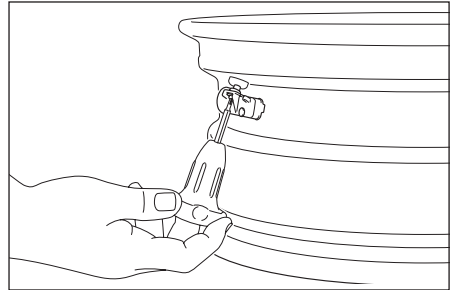

Fig. 4
2. À l'aide d'un outil pour tige de soupape de pneu standard, retirez la tige de soupape à travers le trou et jetez-la. Utilisez un maillet en caoutchouc ou un bloc en bois pour éviter d'endommager la jante. (voir Fig. 4)
2. À l'aide d'un outil pour tige de soupape standard, tirez la tige à travers le trou jusqu'à ce que la tige de soupape soit entièrement fixée. Afin d'éviter d'endommager le capteur et la jante, utilisez un maillet en caoutchouc ou un bloc de bois placé entre la jante et l'outil pour vérifier que la soupape est droite. (voir Fig. 4)